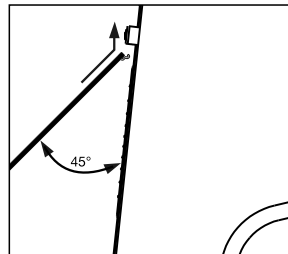

Abbildung 3.
1. Halten Sie das Gitter in einem Winkel von 45 Grad an den Lautsprecher und hängen Sie die beiden Befestigungslaschen in die beiden Schlitze an der Unterseite der Logoleiste ein, wie in der Seitenansicht in Abbildung 3 gezeigt.